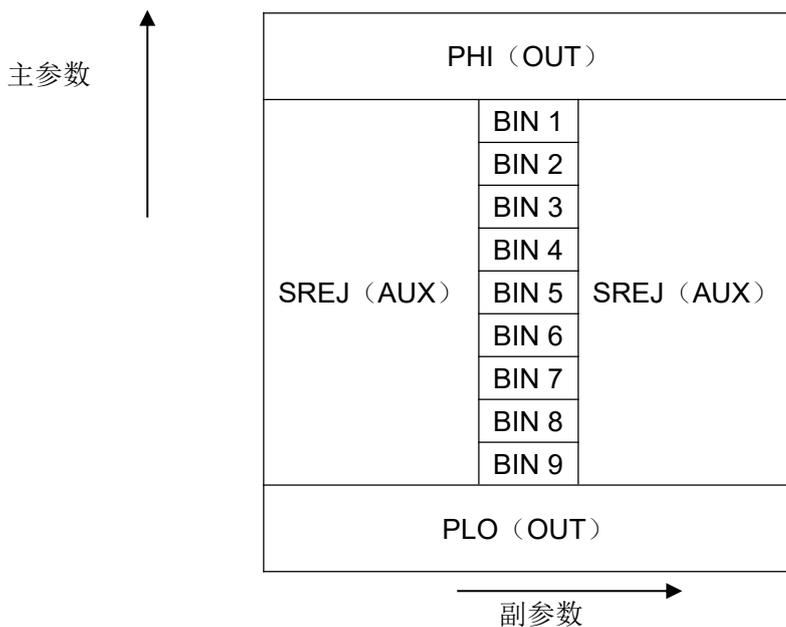

图 1 档比较功能/PHI，/PLO，/SREJ 信号的分配区域示例。
- /BIN1 - /BIN9 , /AUX , /OUT , /PHI(主参偏高), /PLO(主参偏低) , /SREJ (副参不合格)。见图 1。